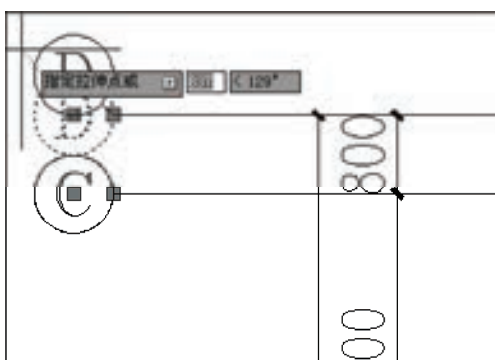

图 2-93 向左上方拖动鼠标
11) 按住鼠标左键不放，向左上方拖动鼠标，如图 2-93 所示。